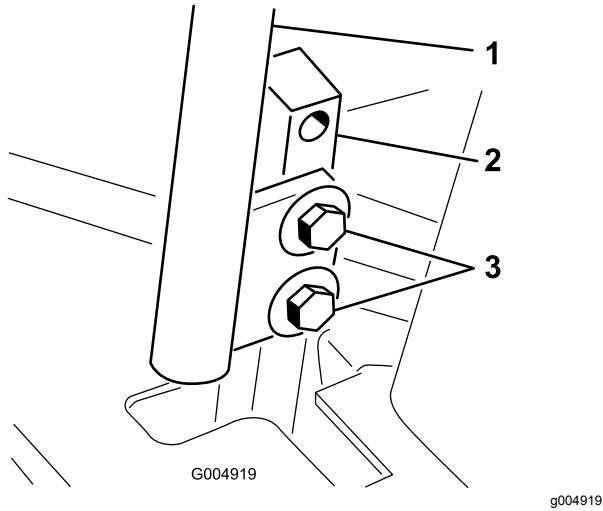

Bild 88
3. Lösen Sie die Schrauben, mit denen die Fahrantriebshebel befestigt sind (Bild 88).